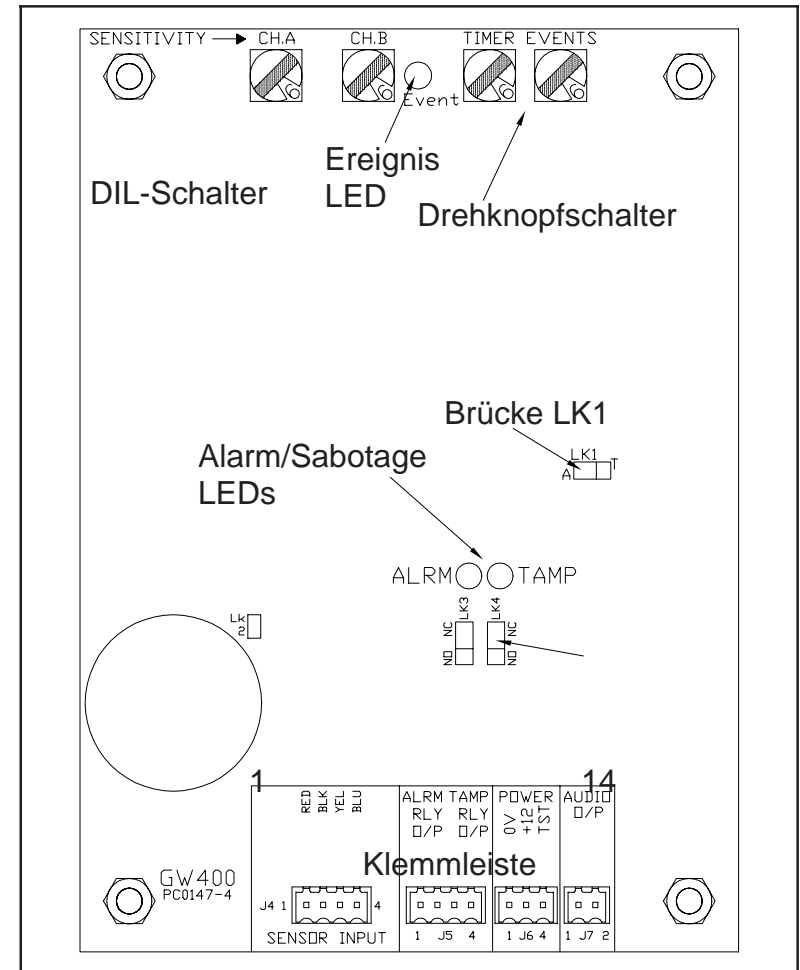

Abbildung 2
Die Alarm- und Sabotagerelais des GW450 Auswerters sind mit einpoligen Wechselkontakten (Klasse C) ausgerüstet. Über den Relais sind Steckbrücken angeordnet über welche die Option "Ruhe"- **oder** "Arbeits"kontakt gewählt werden kann. Für das Alarmrelais ist die Steckbrücke mit LK3 und für das des Sabotagerelais mit LK4 bezeichnet. Abbildung 2 auf Seite 13 zeigt, wo sich diese Brücken auf der Platine befinden. Die Brücken sind werksseitig auf Öffnerbetrieb (NO) eingestellt, sodaß die Kontakte bei Alarm oder Stromausfall ÖFFNEN.
An der Oberseite der Platine befinden sich vier Stufenschalter mit Drehknöpfen, die auf einen Wert zwischen 0 und 9 eingestellt werden können. Siehe Abbildung 2.
Wo sich diese Verbindung auf der Platine des Auswerter befindet, ist in Abbildung 2 ersichtlich.
Abbildung 2 zeigt, wo sich diese LEDs befinden. Ist eine der beiden LEDs ausgeschaltet, liegt eine Fehlfunktion vor. Weitere Hinweise finden Sie in Kapitel 6.